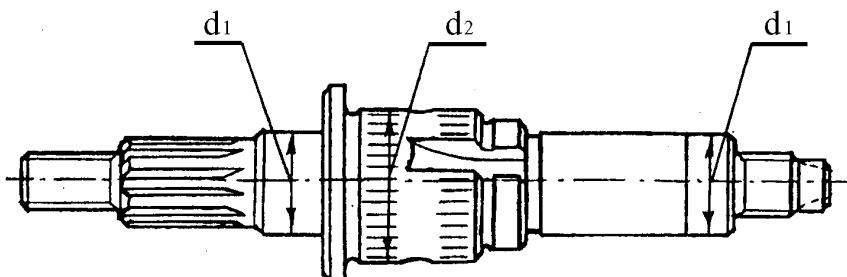

Рис.23. Вал ведущий.
4.5 ВАЛ ВЕДУЩИЙ РАЗДАТОЧНОЙ КОРОБКИ 2121-1802025 (рис.23).